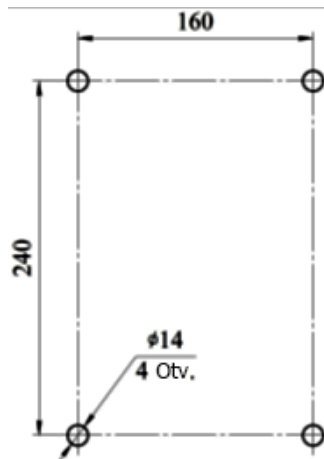
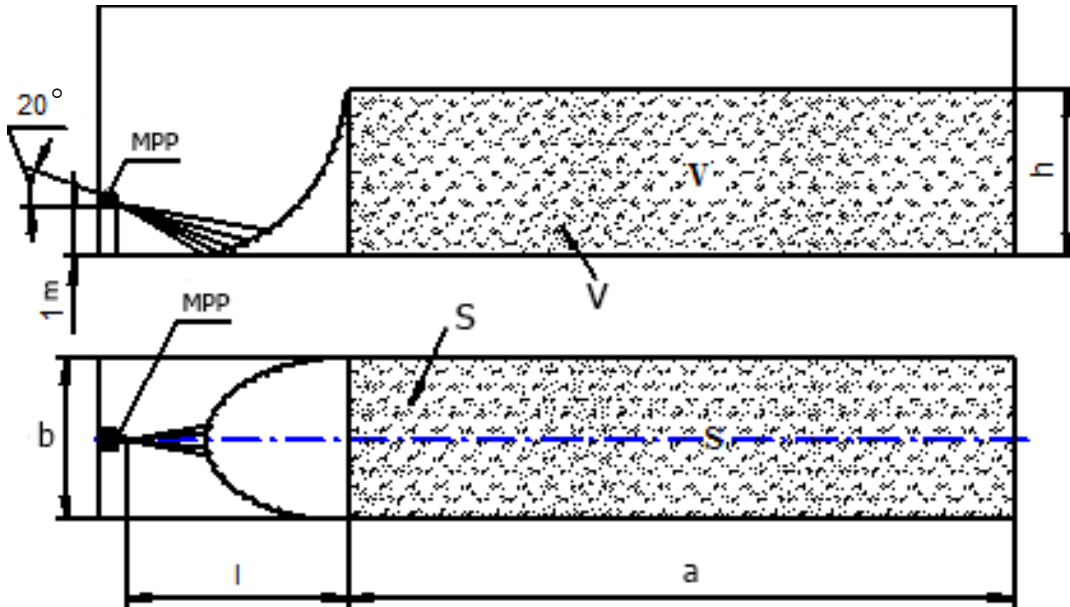

Bild 3
Bild 4
6.2 Die Aufhängung 8 kann unter der Decke (Bild 1) oder die Aufhängung 9 (Bild 2) kann an der Wand angebracht werden. Bitte markieren Sie die Stellen für die Befestigung der Aufhängung wie auf dem (Bild 3) und an der Wand gem. (Bild 4) dargestellt.